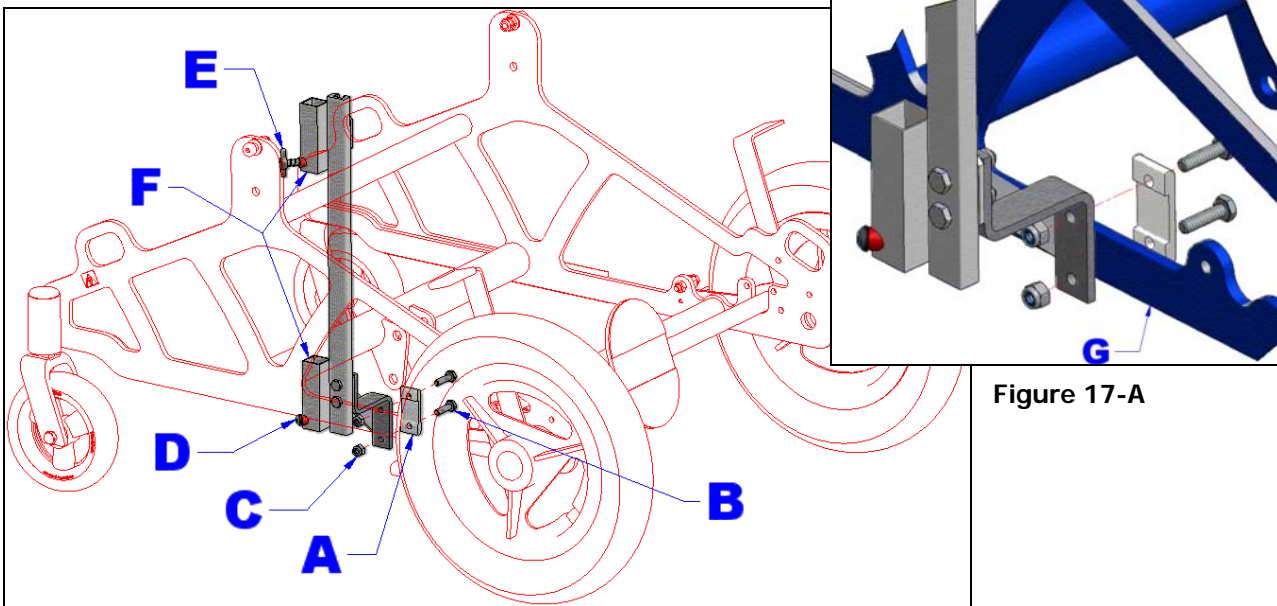

Figure 17 : Installation du support à soluté.
NOTE : Le support que vous allez recevoir devrait être pré-assemblé, il ne restera qu'à suivre les étapes d'installation suivantes (voir ; figures 17) :
1. Prendre la plaque coulissante (A) et le support de soluté pré-assemblé (D) et le fixer sur le châssis (G) (voir ; figure 17-A).
2. Prendre les boulons (B) et les écrous (C) et à l'aide de 2 clés plate 7/16", visser l'ensemble au châssis (G).
3. Insérer la tige de soluté (non-représentée) dans les tubes (F) prévus à cet effet.
4. Dans le tube (F) du bas, une vis est installée en permanence pour empêcher la tige de soluté de descendre plus bas. Par contre, la vis (E) sur le tube (F) du haut, doit être vissée pour stabiliser la tige de soluté une fois celle-ci insérée.